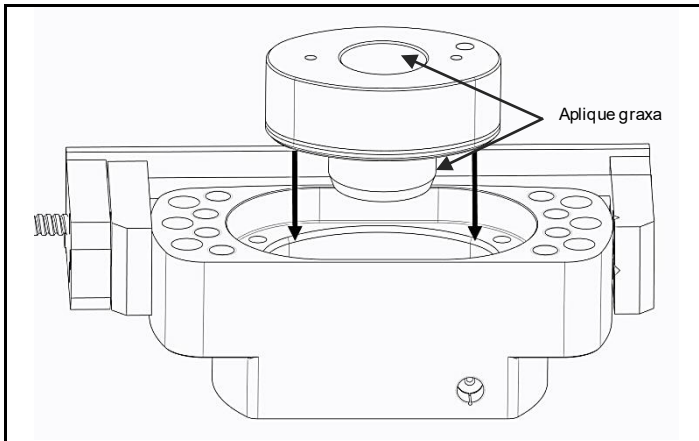

Fig. 4.9 Aplique graxa e instale o pistão
a) Ao deslizar o conjunto do pistão no corpo, tome cuidado para não danificar nenhuma das superfícies internas. (Fig. 4.9)